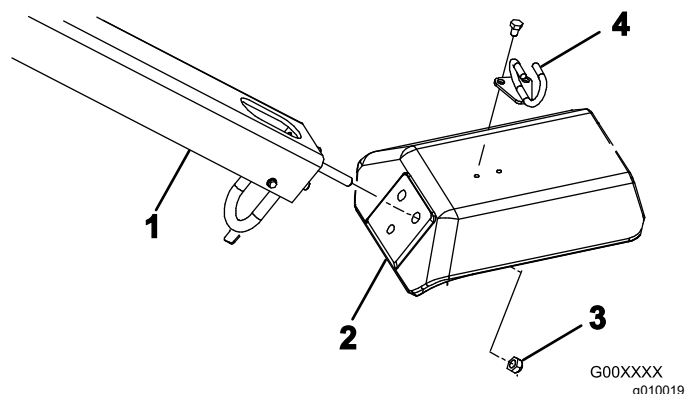

Figura 4
2. Introduzca los espárragos de montaje del manillar en los orificios de la horquilla (Figura 4).
3. Sujete los espárragos del manillar a la horquilla (Figura 4) con 3 contratuercas (½").
5. Monte la guía de cables en la parte superior de la horquilla (Figura 4) con 2 pernos (5/16" x ½").